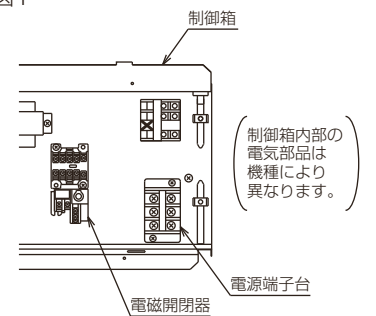

図2
- 5) 制御箱カバー（取付ネジ計3本）を取外し、制御箱内の電磁開閉器を交換してください。この際、リード線締付ネジにゆるみがないよう十分注意し、また制御箱カバーに貼りつけている配線図で配線を確認してください。（図2）